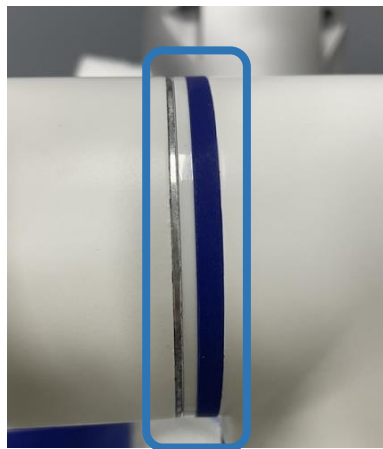

图 3-5 安装支撑环、橡胶环
- 将塑料支撑环放下，并轻轻地将橡胶环叠加在支撑环上，装好后如图 3-5 所示：